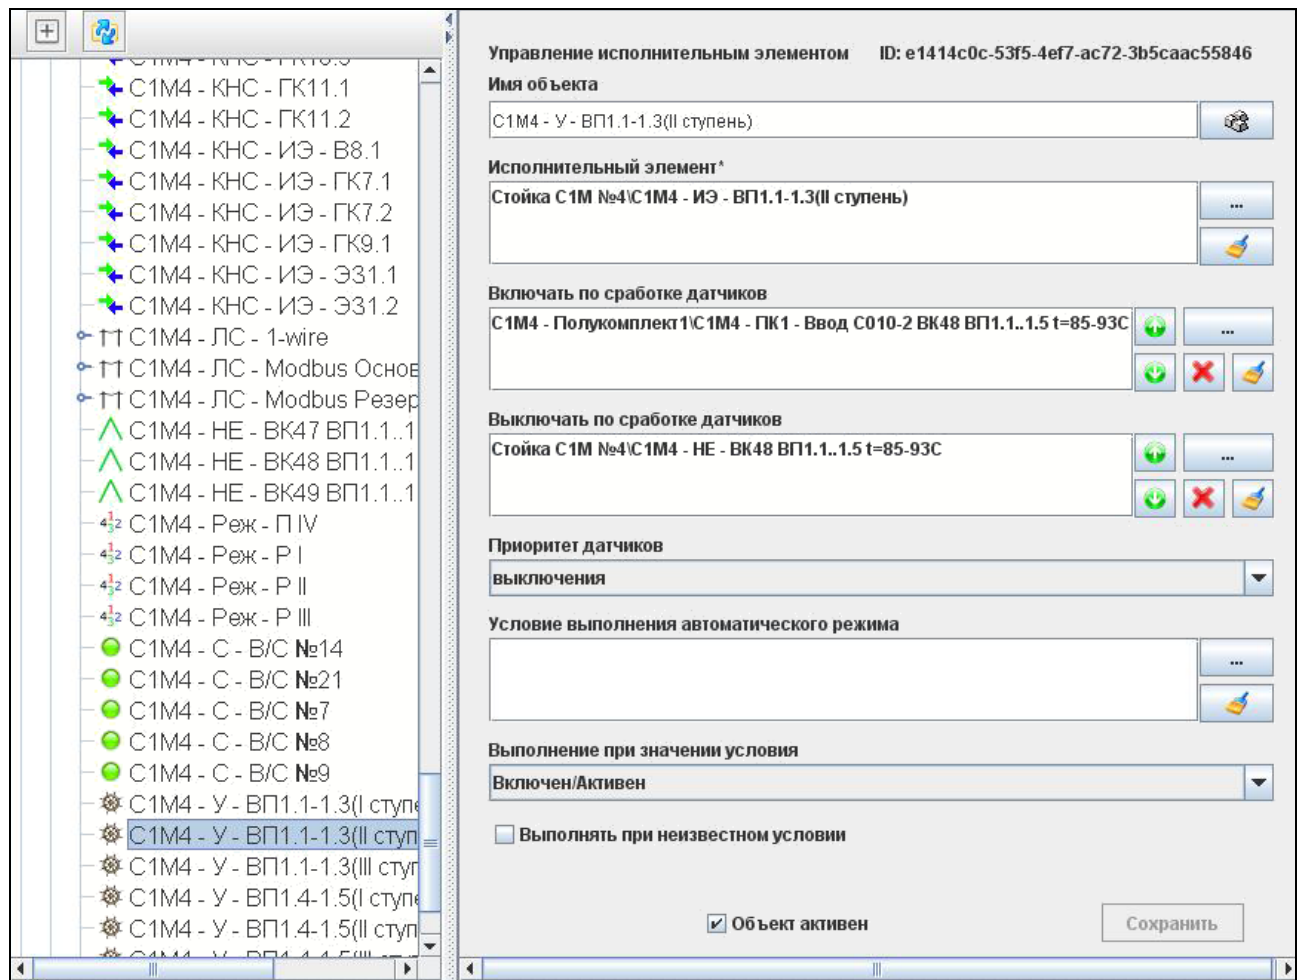

Рисунок 42 — Управление исполнительным элементом
3.10.16.1. Производит управление исполнительным элементом по событиям от датчиков (дискретных устройств) или вручную. При установке режима «Включен» управляемый исполнительный элемент включается, при установке режима «Выключен» — выключается, при установке режима «Автоматический» управление исполнительным элементом производится по событиям от датчиков (рис. 42).